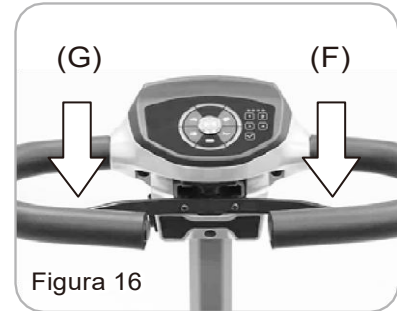

Figura 16
· Accione el acelerador derecho (F) para hacer avanzar la scooter. Accione el acelerador izquierdo (G) para hacer retroceder la scooter. Si lo desea esto se puede invertir en el servicio técnico. (Figura 16)